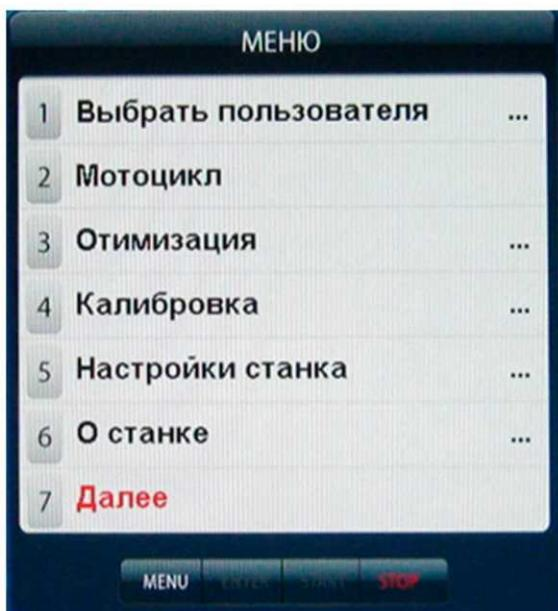
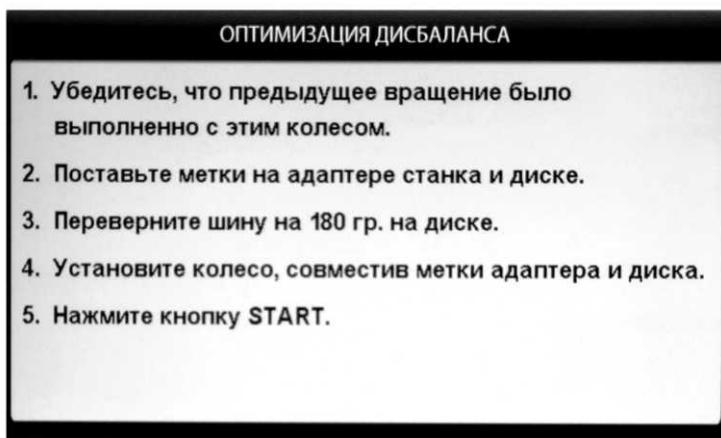
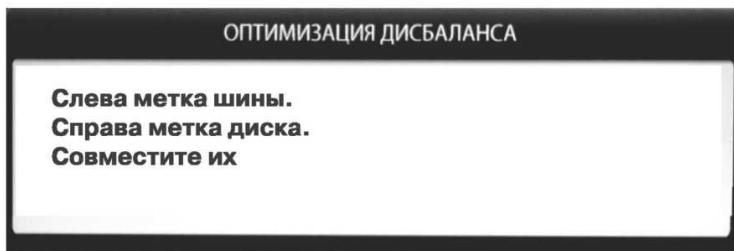

рис.15.1.
рис.15.2
рис.15.3
15.2. Для входа в программу «Opt» нажмите кнопку «MENU» после чего на экране монитора появится окно (рис.15.1). Далее выбрать программу «Отимизация», нажав кнопку 3, после чего на экране монитора появится окно (рис.15.2). Далее выполните операции согласно указаниям в окне (рис.15.2).
15.3. После выполнения п.5 в окне (рис.15.2) на экране монитора появится окно (рис.15.3), а на индикаторах 1 отобразится величина статического дисбаланса колеса, а на индикаторах 4 - величина дисбаланса колеса, которую можно получить после завершения программы «Opt». Поставьте метки на
шине и диске согласно указаниям в окне (рис.15.3).
16.2.1. Нажмите кнопку «MENU». На экране появится окно MENU (рис.15.1), нажмите кнопку 7 «Далее» на экране появится окно второй страницы MENU (рис.16.1). Выберите «Дополн. настройки», нажав кнопку 2, на экране откроется окно «Настройки станка» (рис.16.2). Нажмите кнопку 1 «Имена операторов» на экране откроется окно «Выбрать пользователя» со списком операторов, (рис.16.3).
Программное обеспечение СБ содержит целый ряд параметров, позволяющих максимально приспособить СБ к потребностям потребителя. Для настройки параметров нажмите кнопку «MENU» на экране монитора появится окно MENU (рис.15.1). Нажмите кнопку 5 «Настройки станка» на мониторе появится окно настроек (рис.17.1).